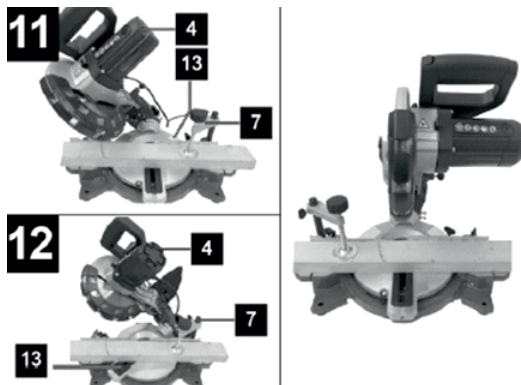

Рис. 11
- Чтобы отрегулировать поворотный стол (13), ослабьте установочный винт (10) примерно на 2 оборота.
- Поверните поворотный стол (13) и установите указатель (11) на желаемое значение угла по шкале (12) и зафиксируйте его с помощью винта (10).
- Слегка нажав на режущий блок (4) вниз и одновременно сняв стопорный болт (21) с кронштейна двигателя, вы выведете пилу из заблокированного (транспортировочного) положения.
- Поднимите режущий блок (4) вверх.
- Зажимные устройства (7) можно закрепить слева или справа на неподвижном пильном столе (14). Вставьте зажимные приспособления (7) в отверстия на задней стороне фронтального упора (15) и закрепите их звездообразными винтами (7а).
- При резке под углом 0° – 45° зажимное устройство (7) должно устанавливаться только с правой стороны (см. рис. 11–12).
- Режущий блок (4) можно наклонить макс. на 45° влево, предварительно ослабив фиксирующий винт (20).